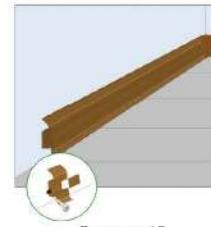

Рисунок 15
- После укладки ламината можно приступить к монтажу плинтуса. На рис. 15 приведена схема крепления плинтуса с кабель-каналом.